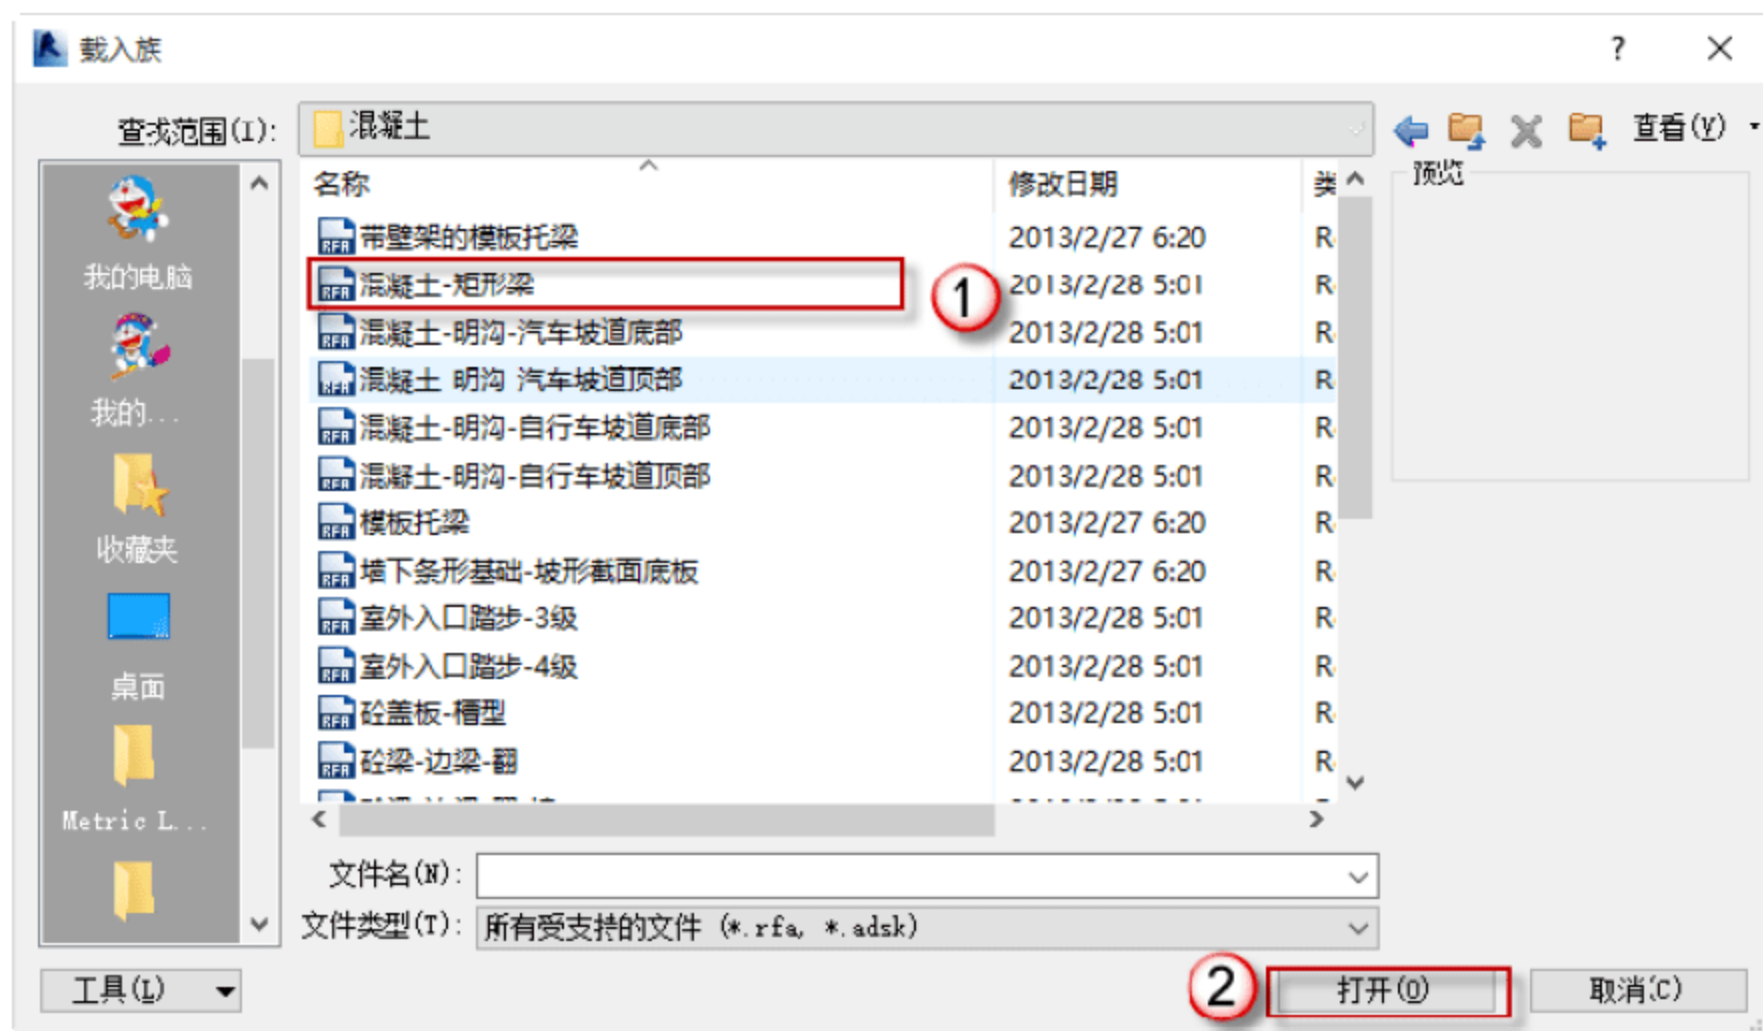

图 4.2.4 载入矩形梁的系统族
(4) 载入矩形梁的系统族。选择“插入”→“载入族”命令，在弹出的“载入族”对话框中选择“混凝土-矩形梁”族文件，如图 4.2.4 所示。